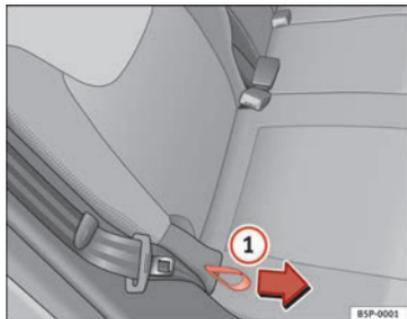

Fig. 96 Regolazione dell'inclinazione dello schienale del sedile posteriore
- Afferrare lo schienale per la parte superiore. Tirare in direzione della freccia la maniglia flessibile che si trova su un lato del sedile ⇒ fig. 96 ① tenendola poi tirata. Contemporaneamente spingere lo schienale all'indietro portandolo nella posizione desiderata, infine lasciare la maniglia.